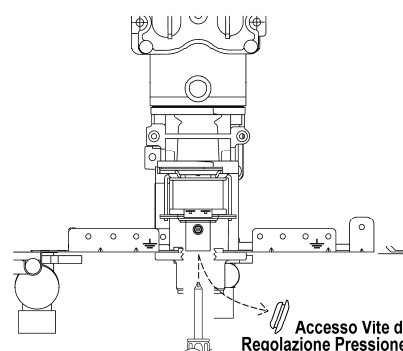

Fig. 4
6. Fissare il comando remoto al muro con le viti in dotazione (Fig.4).
11. Rimuovete il tappo in gomma sul fondo dell'apparecchio e regolate la pressione di minimo sulla valvola di modulazione (Fig.4) secondo i valori di pressione riportati di seguito. Riposizionate il tappo in gomma.